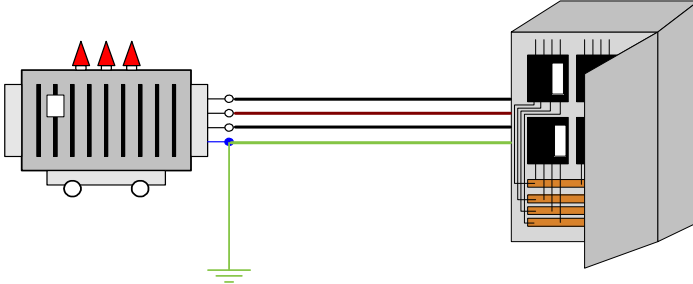
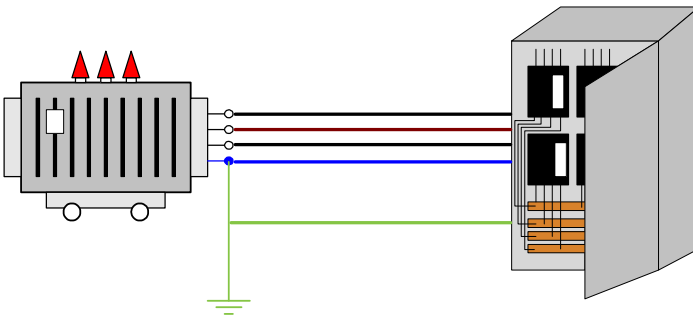

Figure 2
Figure 3
Trois types de schémas TN sont pris en considération, suivant la disposition du conducteur de neutre et du conducteur de protection. Les conducteurs du neutre (N) et de protection (PE) peuvent être confondus (TNC) (Figure 2) ou séparés (TNS) (Figure 3).